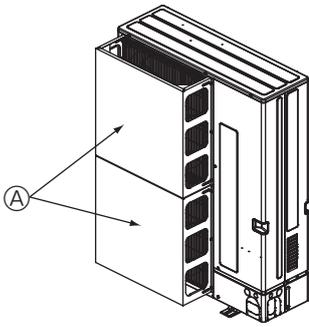

Fig. 2-16
- 1 Установіть додатковий захисний кожух для повітря, якщо блок встановлено в місці, де сильні вітри внаслідок тайфунів тощо можуть перешкоджати циркуляції повітря через отвір для виходу повітря. (Fig. 2-16)